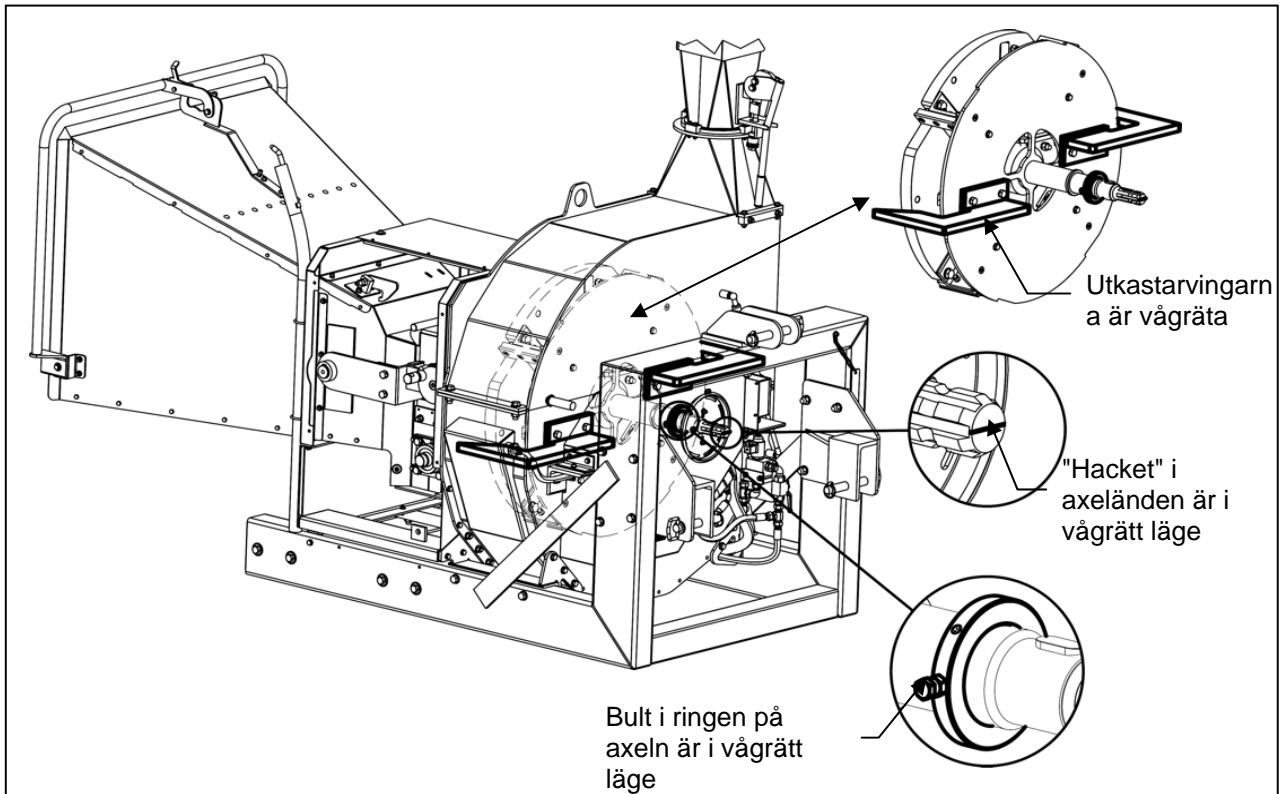

Bild 17: Öppning av maskin 1 – rotorn vrids i rätt läge
4. Vrid på rotorn genom att vrida på axeländen så att bulten i ringen på axeln (mitt emot magnetsensorn) kommer i vågrätt läge. Det betyder att utkastarvingarna också är i vågrätt läge. Se bild 17.